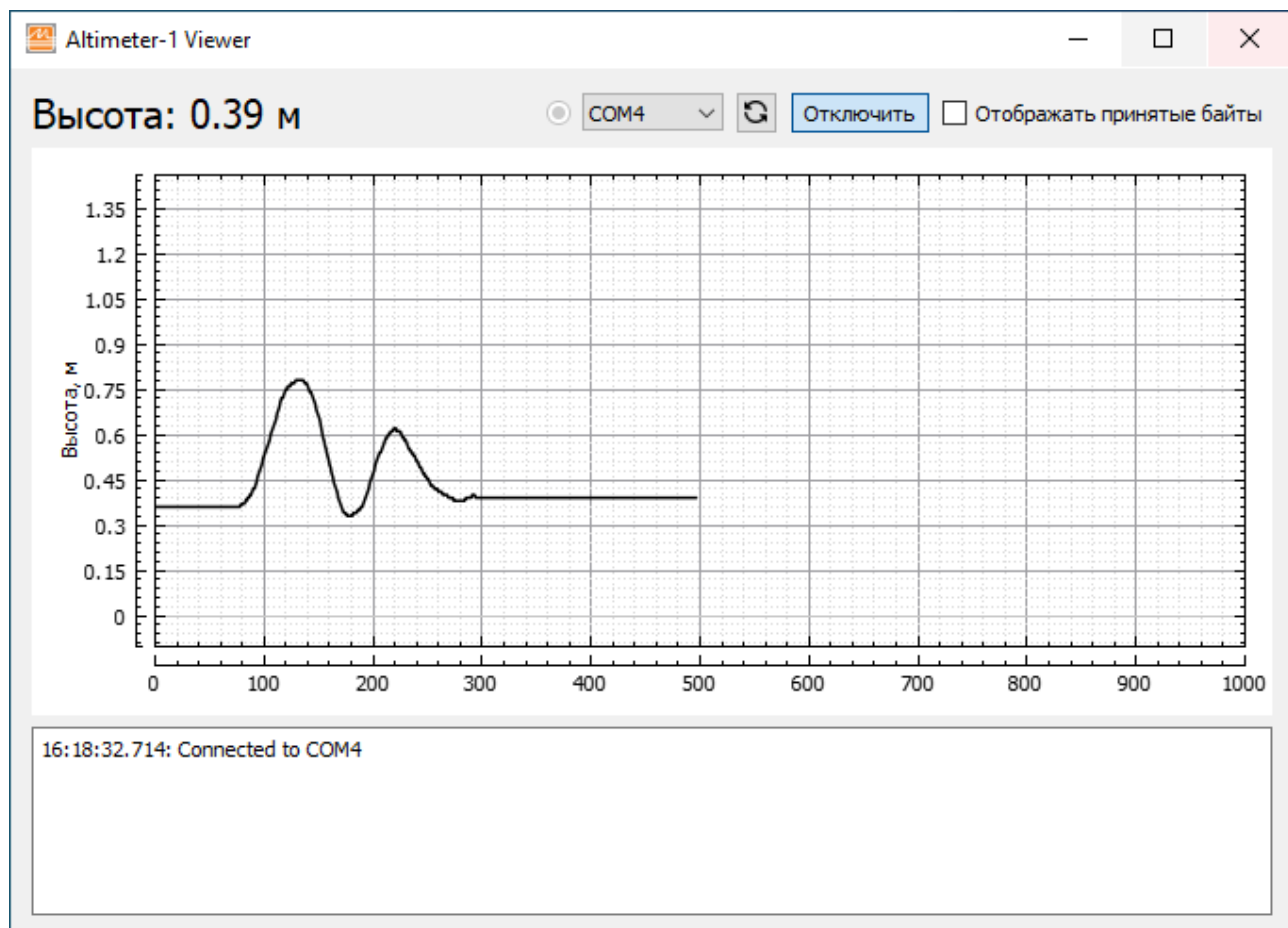

Рисунок 2.2 – Внешний вид окна программы Altimeter-1 Viewer
- запустите программу Altimeter-1 Viewer (рисунок 2.2);